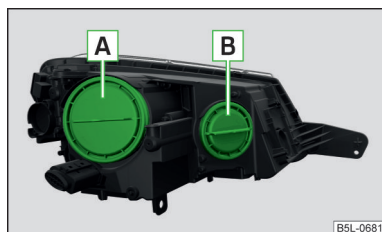

Fig. 195
Descripción de la imagen » fig. 195
- » Desenrosque la tapa protectora respectiva » fig. 195 de la página 255 en el sentido contrario a las agujas del reloj y retírela.
- » Coloque la tapa protectora respectiva » fig. 195 de la página 255 y gírela hasta el tope en el sentido de las agujas del reloj.